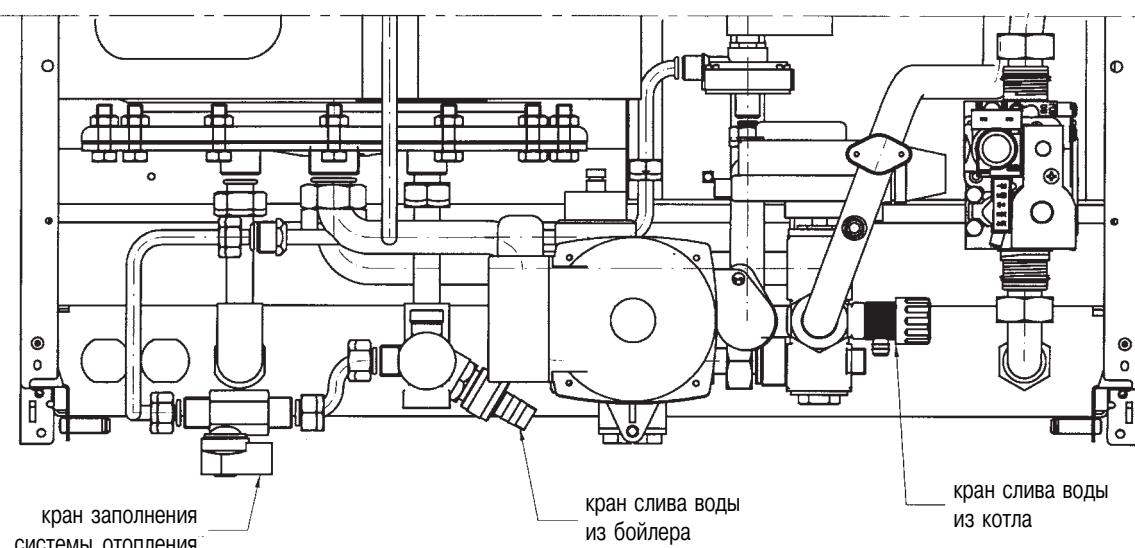

Рис.3
**!** Важная информация: регулярно проверяйте значение давления в системе отопления на манометре котла (рис.1, поз.14). Оно должно составлять 0,5-1 бар при холодном котле. В случае более высоких значений довести их до нормы при помощи краны слива. В случае более низких значений повысить давление до нужного при помощи крана заполнения котла (рис.3).